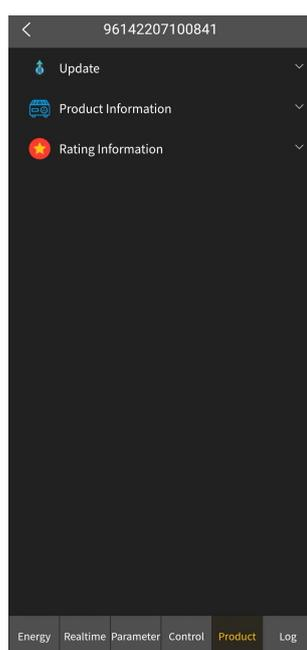

Figura 2
3. Haga clic en el icono "v" marcado en rojo a la derecha de "Actualizar" en la figura 1 para abrir el panel desplegable, como se muestra en la figura 2.